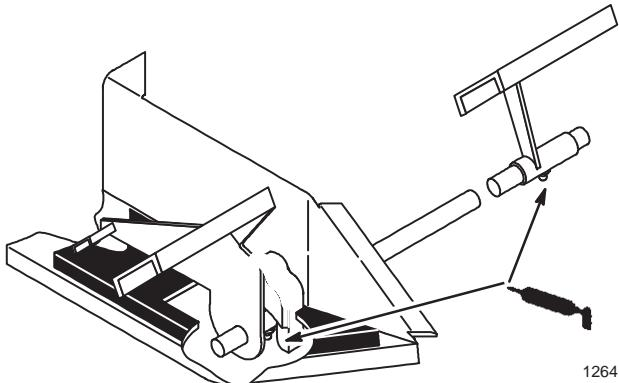

Abbildung 26
3. Das Radantriebspedal an hydrostatischen Modellen (bzw. Brems- und Kupplungspedal an Zahnradantriebsmodellen) an der Stelle schmieren, wo es sich an der Montagewelle dreht (Abb. 26).